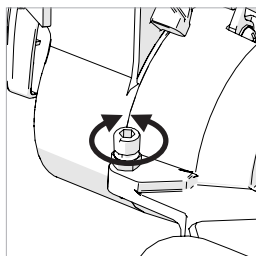

Fig. 25
- Utilizzare una chiave esagonale per intervenire in avanti e indietro sulla vite di regolazione conformemente alle esigenze. (**Fig. 25**)